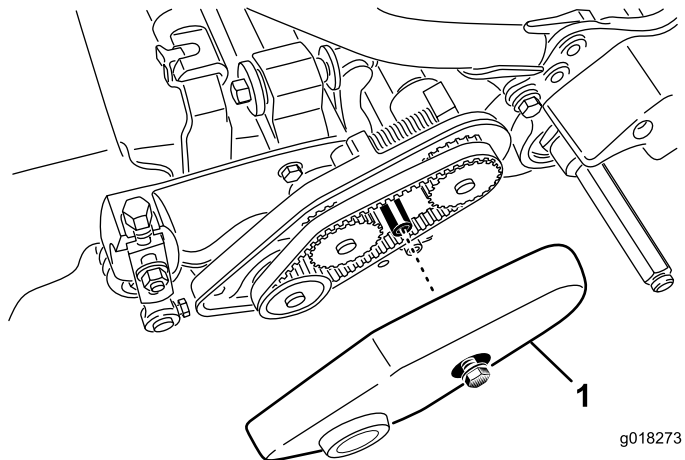

図 44
1. ベルトカバーを固定しているフランジボルトをゆるめてベルトカバーを外し、ベルトを露出させる(図 44)。